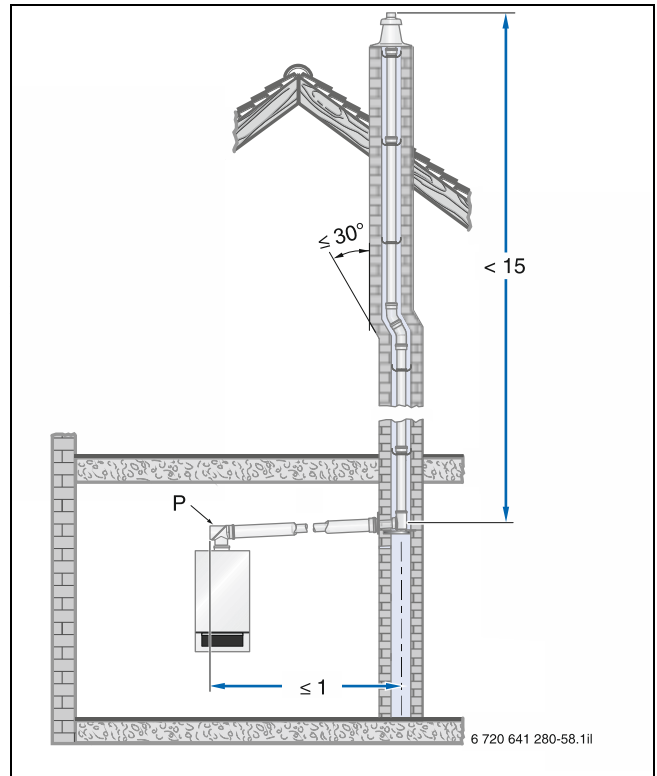
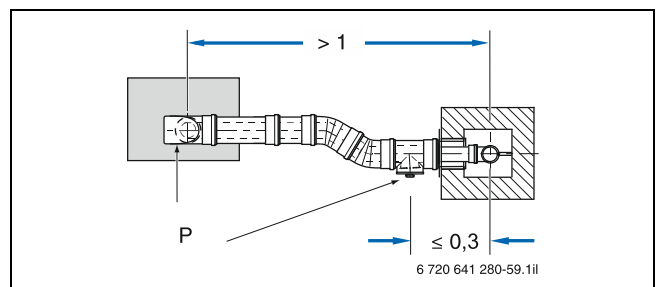

Рис. 132 Пример расположения смотрового люка (P) в горизонтальном дымоходе без перекрытия в монтажной камере (размеры в метрах)
Рис. 133 Пример расположения контрольных отверстий (P) в горизонтальном дымоходе с отводом в установочном помещении - вид сверху (размеры в метрах)
В соответствии с нормами DIN 18160-1 и DIN 18160-5 должны быть легкими и безопасными для проверки и, при необходимости, очистки дымохода. Для этого необходимо запланировать проверочные отверстия (рис. → 132 и рис. 133).
- При подключении Logamax plus к дымоходу необходимо расположить нижнее смотровое отверстие в вертикальной части дымоходной трубы над половиной дымохода или на торце в прямом, горизонтальном срезе дымоходной трубы на расстоянии не более 1 м от отвода в вертикальную секцию, при условии, что оно находится на расстоянии не более 1 м от отвода в вертикальную секцию. Между ними нет отвода (рис. 132) или сбоку, в горизонтальной части дымоходной трубы, на удалении не более 30 см от отвода в вертикальную часть (рис. 133).
- Нижнее смотровое отверстие выполнено в соответствии с нормами DIN 18160-1 и 18160-5 (рис. 132 и рис. 133).